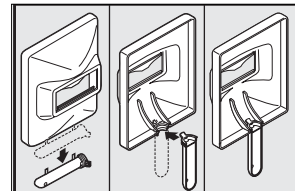

Figura 4
1. Corte el mango desmontable de la máscara (sólo WF2050, WF2054 & WF2058; el modelo WF2057 incluye un casco completamente ensamblado.) Empárrale los bordes (Vea la Figura 4).